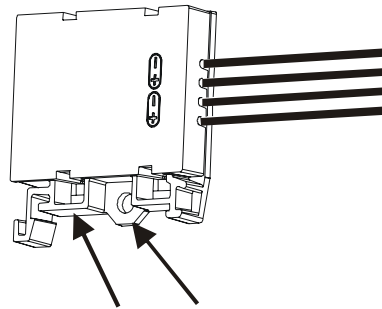

Fig. 2
- on a surface by means of a screw or cable ties (Fig. 2).
- Auf einem Untergrund mittels Schraube oder Kabelbinder (Fig. 2)
- sur un fond au moyen de vis ou de serre-câbles (fig. 2)